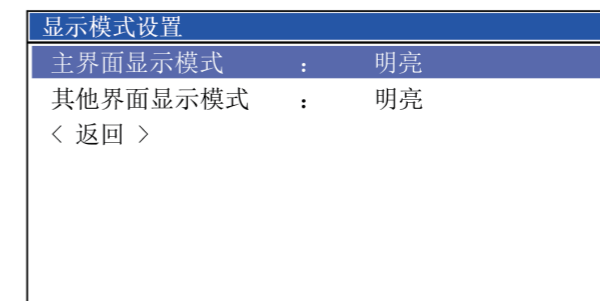

图6.6.8
- a: 在系统设置菜单中选择<显示模式设置>项，按【确认】键打开显示模式设置对话框，如图6.6.8所示。